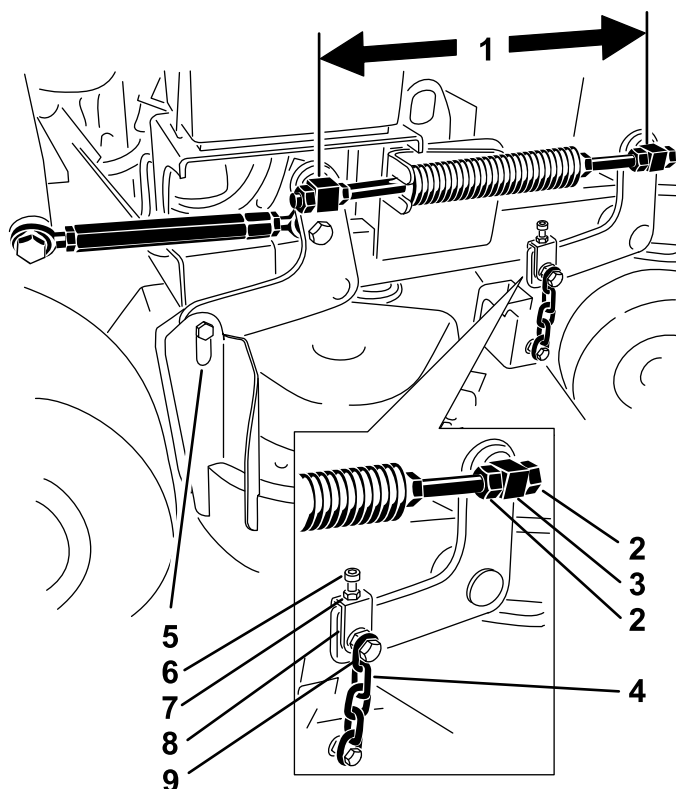

Figure 78
1. Mesurez la distance entre les centres des pivots (entraxe) sur chaque tige filetée (Figure 78).
2. Desserrez les écrous de blocage du pivot **avant** (Figure 78).
4. Resserrez les écrous de blocage du pivot **avant** (Figure 78).
- Serrez les écrous de blocage sur les pivots avant gauche et droit (Figure 78).
- Desserrez les écrous de blocage du pivot avant gauche (Figure 78).
- Resserrez les écrous de blocage du pivot avant gauche (Figure 78).
- Desserrez les écrous de blocage sur les pivots avant gauche et droit (Figure 78).
5. Desserrez les boulons de chaîne supérieurs (Figure 78).
6. Desserrez les écrous de blocage sur chaque chape (Figure 78).
8. Resserrez les écrous de blocage et les boulons de chaîne supérieurs (Figure 78).